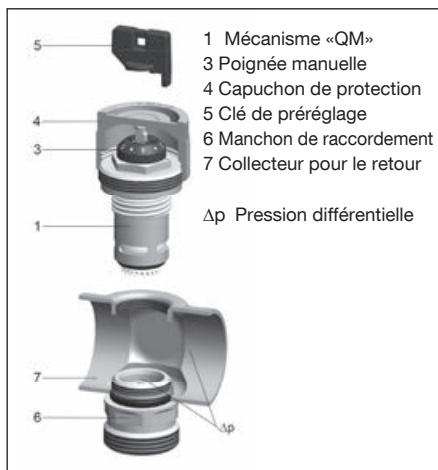

Fig. 5.1 Conception du mécanisme «QM»
Le débit nécessaire est réglé en tournant la poignée manuelle (fig. 5.1, pos. 3) à l'aide de la clé de pré réglage jointe (fig. 5.1, pos. 5)
Les mécanismes du distributeur/collecteur «Multidis SFQ» en acier inoxydable sont livrés avec un capuchon de protection plastique (fig. 5.1, pos. 4) protégeant la tige du robinet et servant au réglage manuel de la levée du robinet pendant les travaux de construction.
Le remplissage des circuits de chauffage/rafraîchissement s'effectue, robinets à tournant sphérique fermés et mécanismes complètement ouverts à préréglage maximal, via le robinet de vidange et de remplissage au bout du collecteur pour le retour. Pour ce faire, tourner la poignée manuelle (fig. 5.1, pos. 3) sur la position 5 à l'aide de la clé de préréglage (fig. 5.1, pos. 5). Le raccordement G ¾ du robinet de vidange et de remplissage convient aux raccords porte-caoutchouc standards DN 15.
Le réglage se fait à l'aide de la clé de pré-réglage (fig. 5.1, pos. 5) qu'on place sur la poignée manuelle (fig. 5.1, pos. 3). Ceci évite tout risque de dérèglage de la valeur réglée par des personnes non autorisées. Le réglage progressif du mécanisme peut être modifié en service.
En cas de dysfonctionnements, fermer les conduites aller et retour à l'aide des robinets à tournant sphérique (fig. 4.3) ainsi que les circuits non affectés. Mettre le circuit concerné hors pression à l'aide du robinet de vidange et de remplissage au collecteur pour le retour, dévisser le mécanisme (fig. 5.1, pos. 1) du collecteur pour le retour et le remplacer.